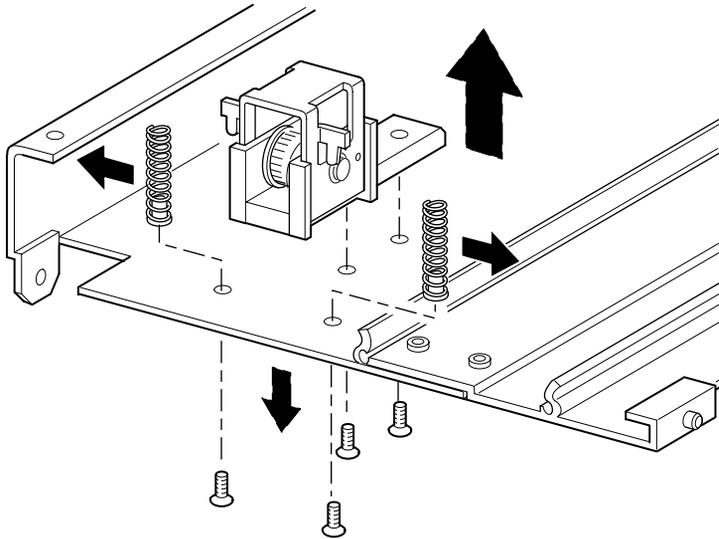

Figure 2-13. Retrait du tendeur de la courroie et de la poulie libre
7. Retirez les composants du tendeur de la courroie et de la poulie libre en procédant comme suit (voir la Figure 2-13) :
11. Fixez le tendeur de la courroie et la poulie libre à l'extension à l'aide des deux vis qui ont été précédemment retirées (voir la Figure 2-13).
12. Fixez les ressorts du tendeur de la courroie et de la poulie libre avec les deux vis qui ont été précédemment retirées (voir la Figure 2-13).